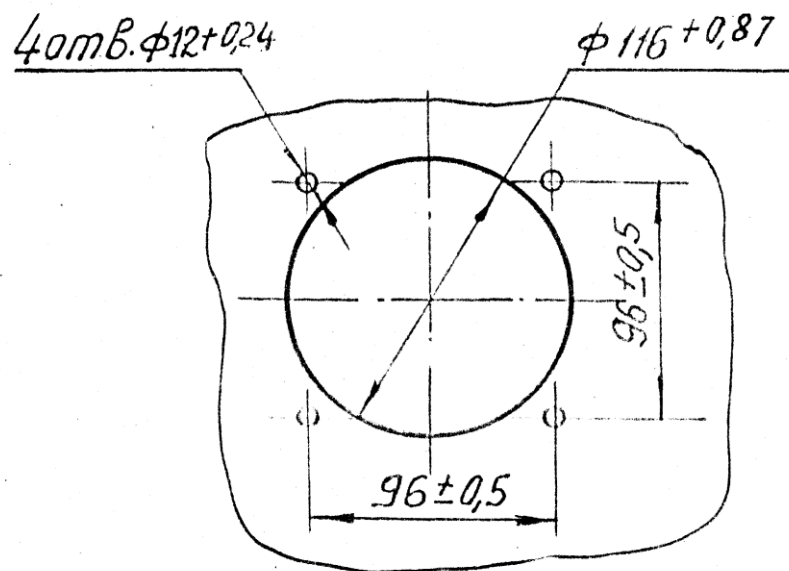

Рисунок 1 – Габаритный чертёж прибора М1611.1
7.1 Разметку щита для монтажа приборов производите в соответствии с габаритным чертежом (рисунок 1).